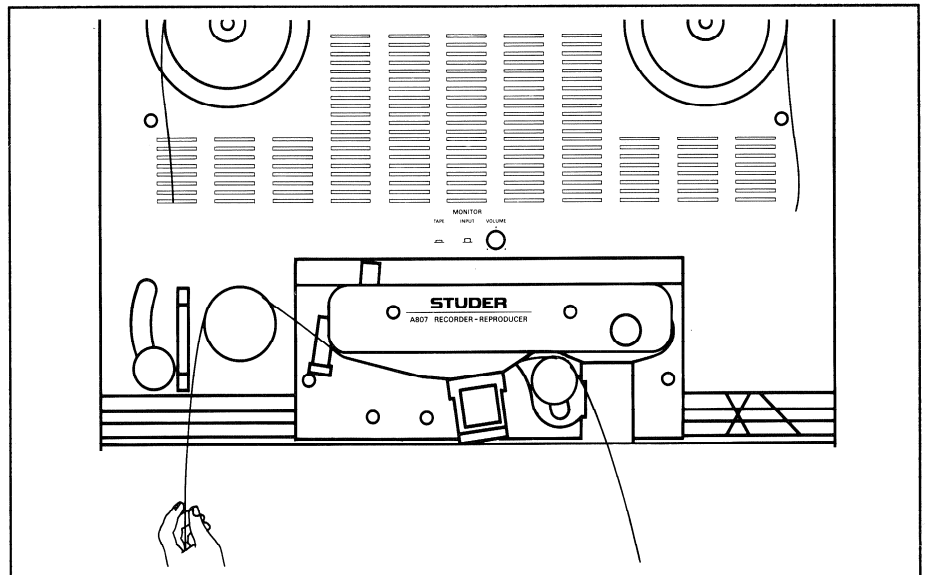

Fig. 2.4.10
- Das Band gemäß Fig. 2.4.10 einlegen und die Funktion TAPE DUMP [30] anwählen.